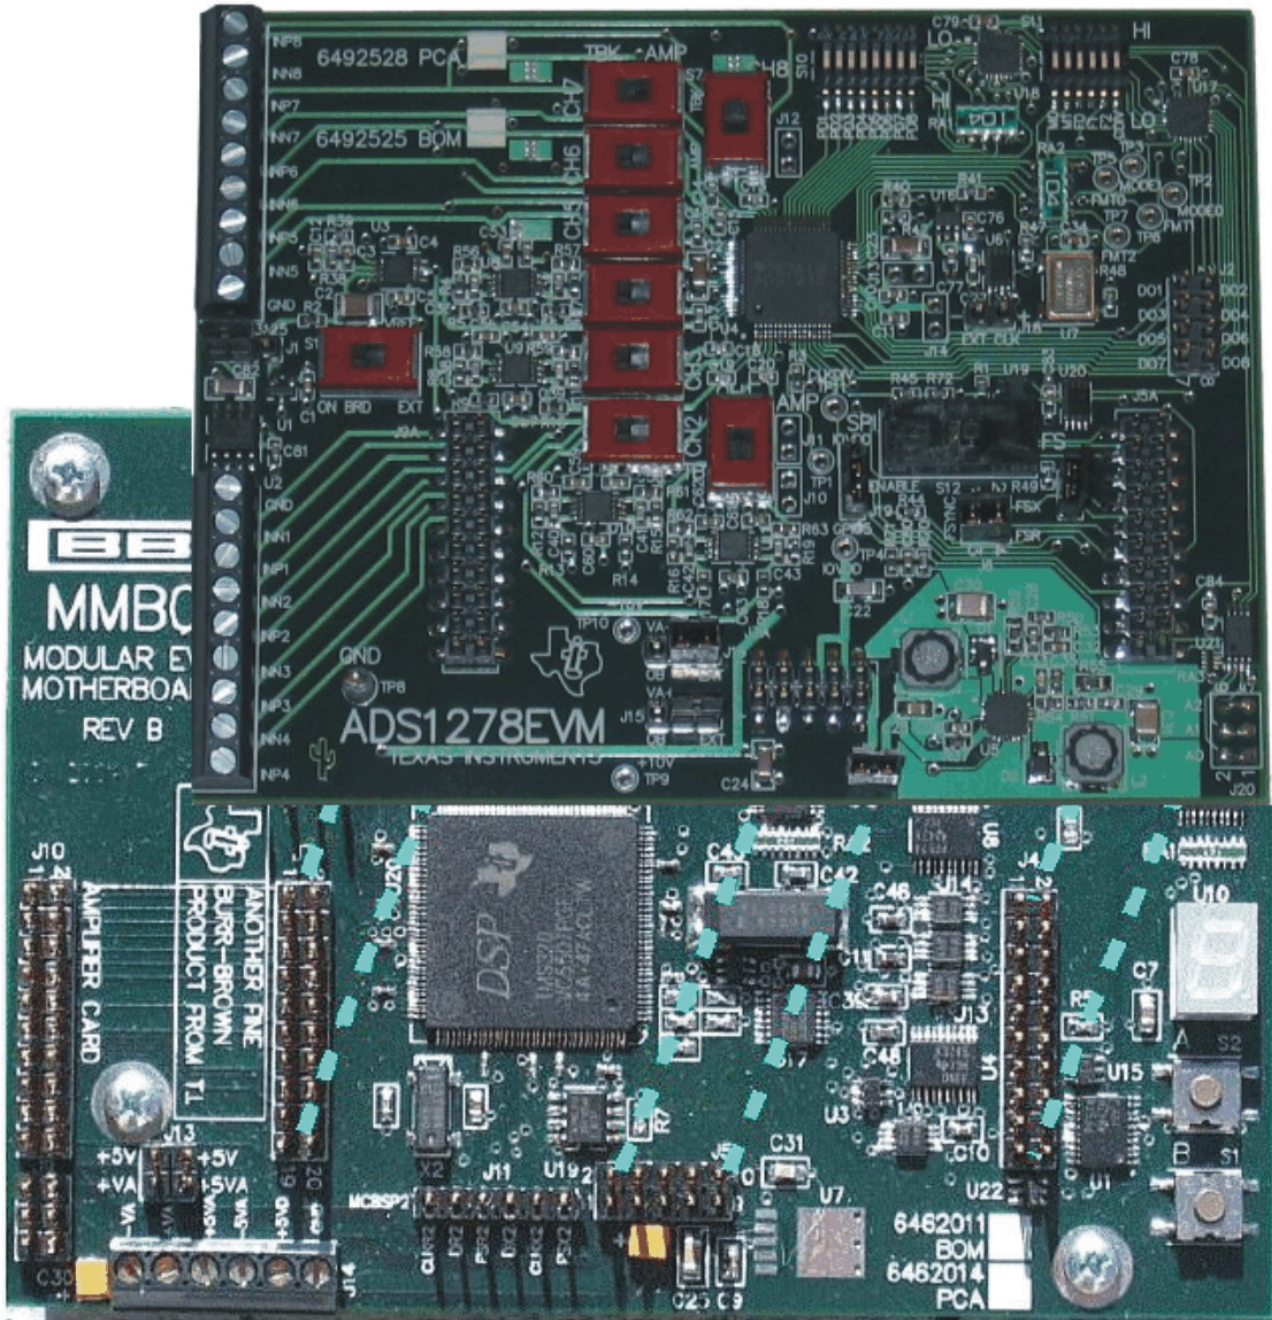

図 9 ADS1278EVMをMMB0に接続する
Step 3. 図9に示すように、ADS1278EVMをMMB0に接続します。